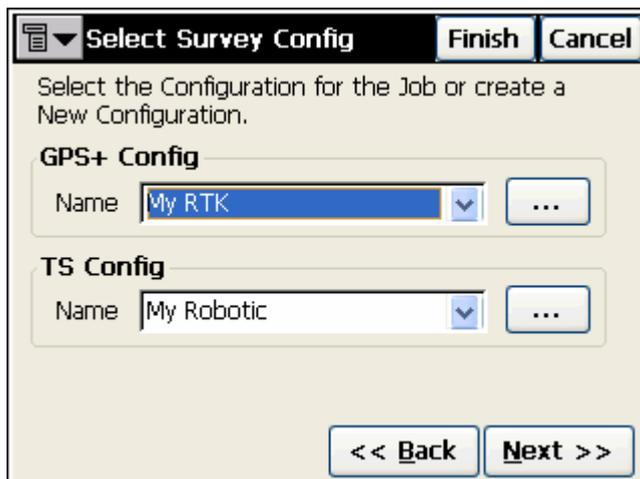

Рисунок 3-4. Экранная форма **Select Survey Config (Выбор Настроек Съёмки)**
4. Как для тахеометра, так и для спутникового приемника GPS+ в экранной форме **Select Survey Config (Выбор Настроек Съёмки)** (см. рис. 3-4) необходимо выбрать набор настроек съёмки, который является набором параметров, описывающих условия работы и зависящих от используемых инструментов.